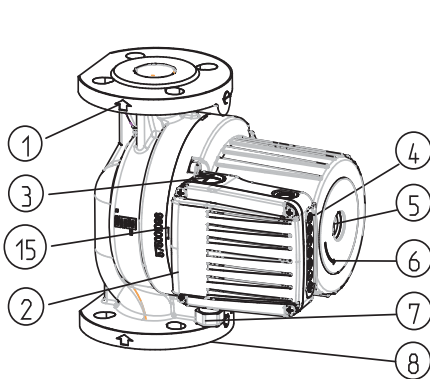
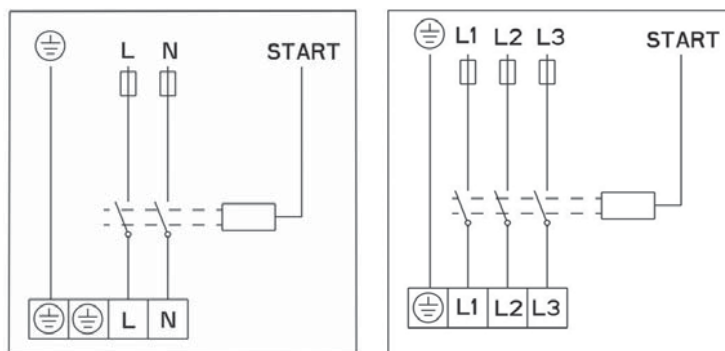

Fig.2
Fig. 4
- Direcția debitului de apă din pompă trebuie să se potrivească cu direcția indicată de săgeata de pe carcasa pompei (Fig.2-POS.1).
- Flanșele de racord sunt proiectate pentru presiunea nominală NP 6/10 (Fig.2 – POS.8)
- Pompele SCRF-SCRFD au o singură carcasă hidraulică (Fig.2 – POS.8).
Carcasa hidraulică a pompei poate fi izolată numai până la fanta dintre motor și carcasa hidraulică. Deschiderile pentru scurgerea condensului trebuie să rămână neacoperite pentru a permite drenarea din carcasa statorului. În mod similar, aceleași deschideri trebuie să fie descoperite și la sistemele de încălzire, când se va efectua numai izolarea termică a carcasei hidraulice (Fig. 2, 3, POS. 15). Carcasa motorului electric, pe care sunt dispuse deschiderile pentru drenarea condensului, nu trebuie să fie izolată în nici un caz!
Cablajul trebuie conectat prin intermediul unei presetupe de cablu M20 (Fig.2 – POS.7).
Conexiunile electrice ale pompei trebuie efectuate în conformitate cu diagrama de conexiuni (Fig. 4) atașată pe spatele capacului motorului. Înainte de a face acest lucru, desfaceți capacul superior (Fig.2 - POS. 2).
rotorul este imersat și dotat cu lagăre speciale gresate cu apă. Înainte de a pune pompa în funcțiune, aceasta trebuie umplută cu apă și dezaerată. Dezaerați pompa prin desfacerea șurubului de la spatele motorului electric (Fig.2-POS.5). Aerul va ieși prin fanta dintre arborele motorului și lagăr. Când apa începe să curgă pe aici, închideți vanele atât la partea de aspirație cât și de refulare a pompei. Porniți pompa și verificați direcția de rotație a axului. În cazul unei direcții de rotație greșite, va începe să clipească un bec cu lumină roșie.
Deconectați pompa de la curent, închideți vanele de pe ambele părți ale pompei (aspirație și refulare), deșurubați șurubul de la orificiul de dezaerare, plasați șurubelnița (Fig.2-POS.5) în canelura arborelui și răsuciți atât cât permite forța de frecare. Apoi înșurubați înapoi șurubul de la orificiul de dezaerare.